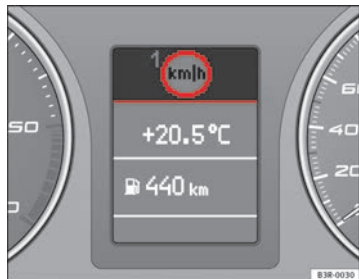

Fig. 56 Display: Controllo automatico della velocità
supera di 10 km/h quella programmata, viene emesso un segnale acustico. Contemporaneamente compare sul display un simbolo di avvertimento → **fig. 56**.
Sul display appare il simbolo  della soglia di avvertimento 1 → **fig. 56** quando si supera la velocità massima impostata. Riducendo la velocità al di sotto della soglia il simbolo scompare.
- Premere il tasto CHECK finché non appare il simbolo ⇒ pag. 87, fig. 56.